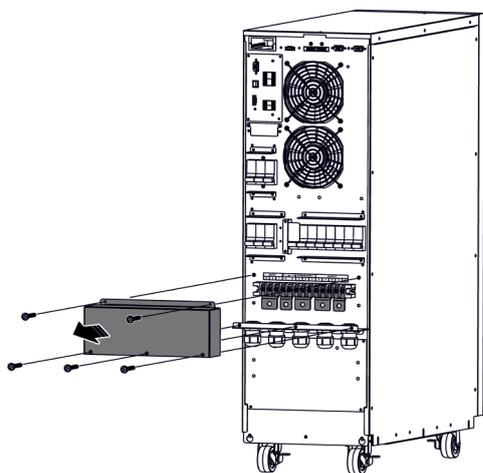

Fig. 24. Extracción de la tapa de protección de los terminales de conexión.
- Antes de proceder al conexionado, es necesario extraer la tapa de protección del bloque de terminales, tal como muestra la siguiente Fig. 24: